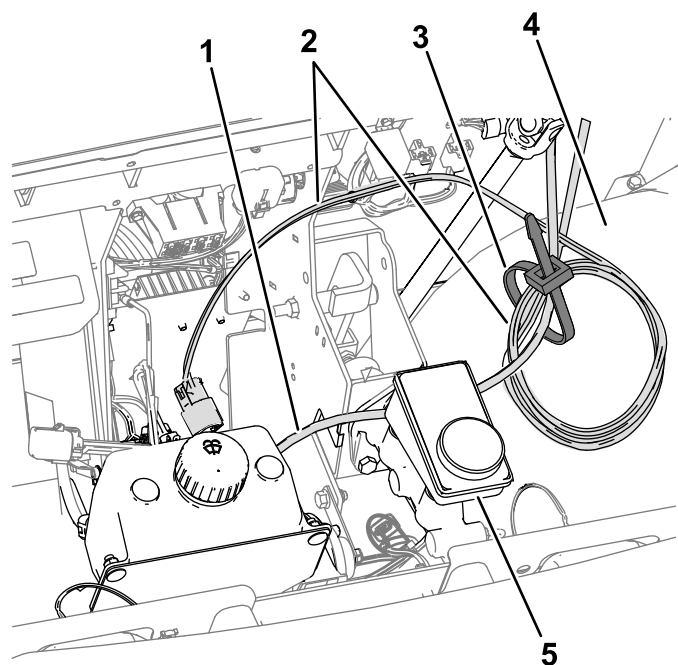

Figure 50
7. Enroulez l'excédent du faisceau de pompe de lave-glace (Figure 50) et attachez-le ainsi que le flexible à l'aide d'un attache-câble.